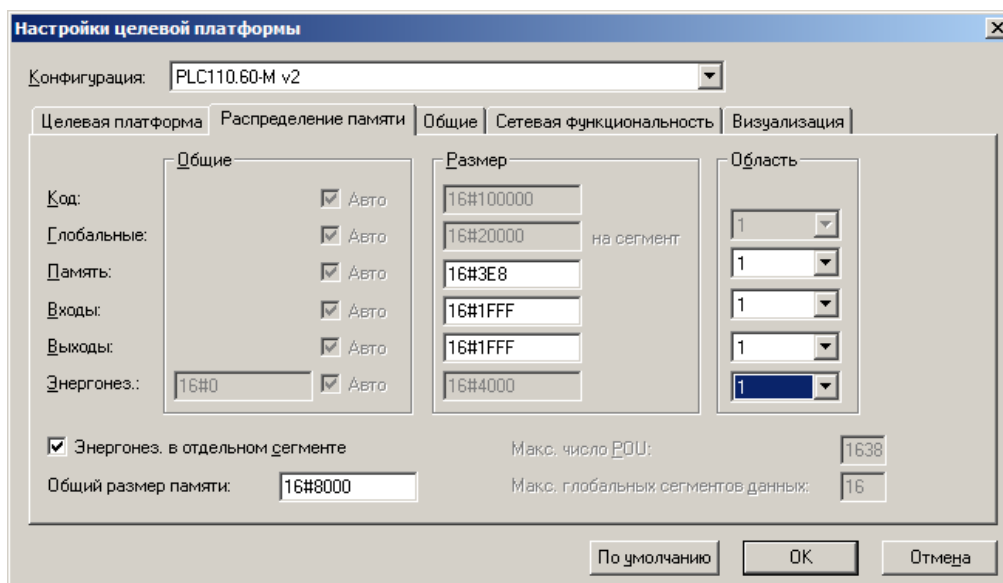

Рисунок 3.4 – Окно « Настройки целевой платформы (Target Setting)», вкладка «Распределение памяти (MemoryLayout)»
- 4) В открывшихся вкладках окна «Настройки целевой платформы (Target Setting)» отображаются установленные производителем значения параметров целевой платформы (рисунок 3.4, в).
¹В предыдущей версии ПО контроллера для того, чтобы увеличить размер Retain-памяти, следовало перейти на вкладку «Распределение памяти (Memory Layout)» окна «Настройки целевой платформы (Target Setting)» (см. рисунок 3.4), и исправить значение в строке Retain («Энергонез.»): значение «16#1000» заменить на «16#4000», в настоящей же версии это значение по умолчанию установлено «16#4000».